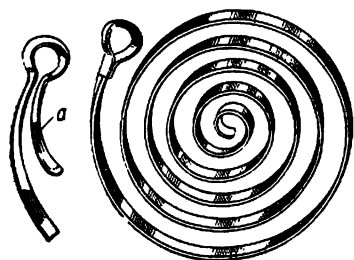

Рис. 64. Заводная пружина:
**ПРАВИЛО.** Все витки пружины должны иметь правильную спиральную форму, без горбов и выгибов, (рис. 64).